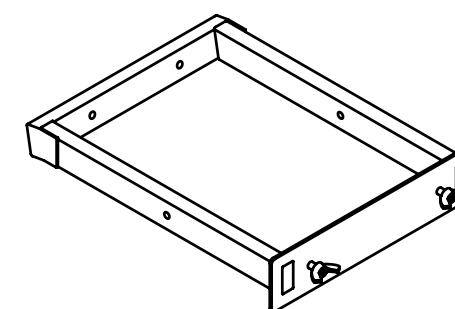

Рисунок 5.11. Удерживающий кронштейн
8. Отсоедините удерживающий кронштейн от «талии» робота, открутив два барашковых винта, как показано на рисунке 5.10. Винты можно закрепить в самом кронштейне, для этого предусмотрены резьбовые отверстия во внутренних боковых стенках кронштейна (рис. 5.11).